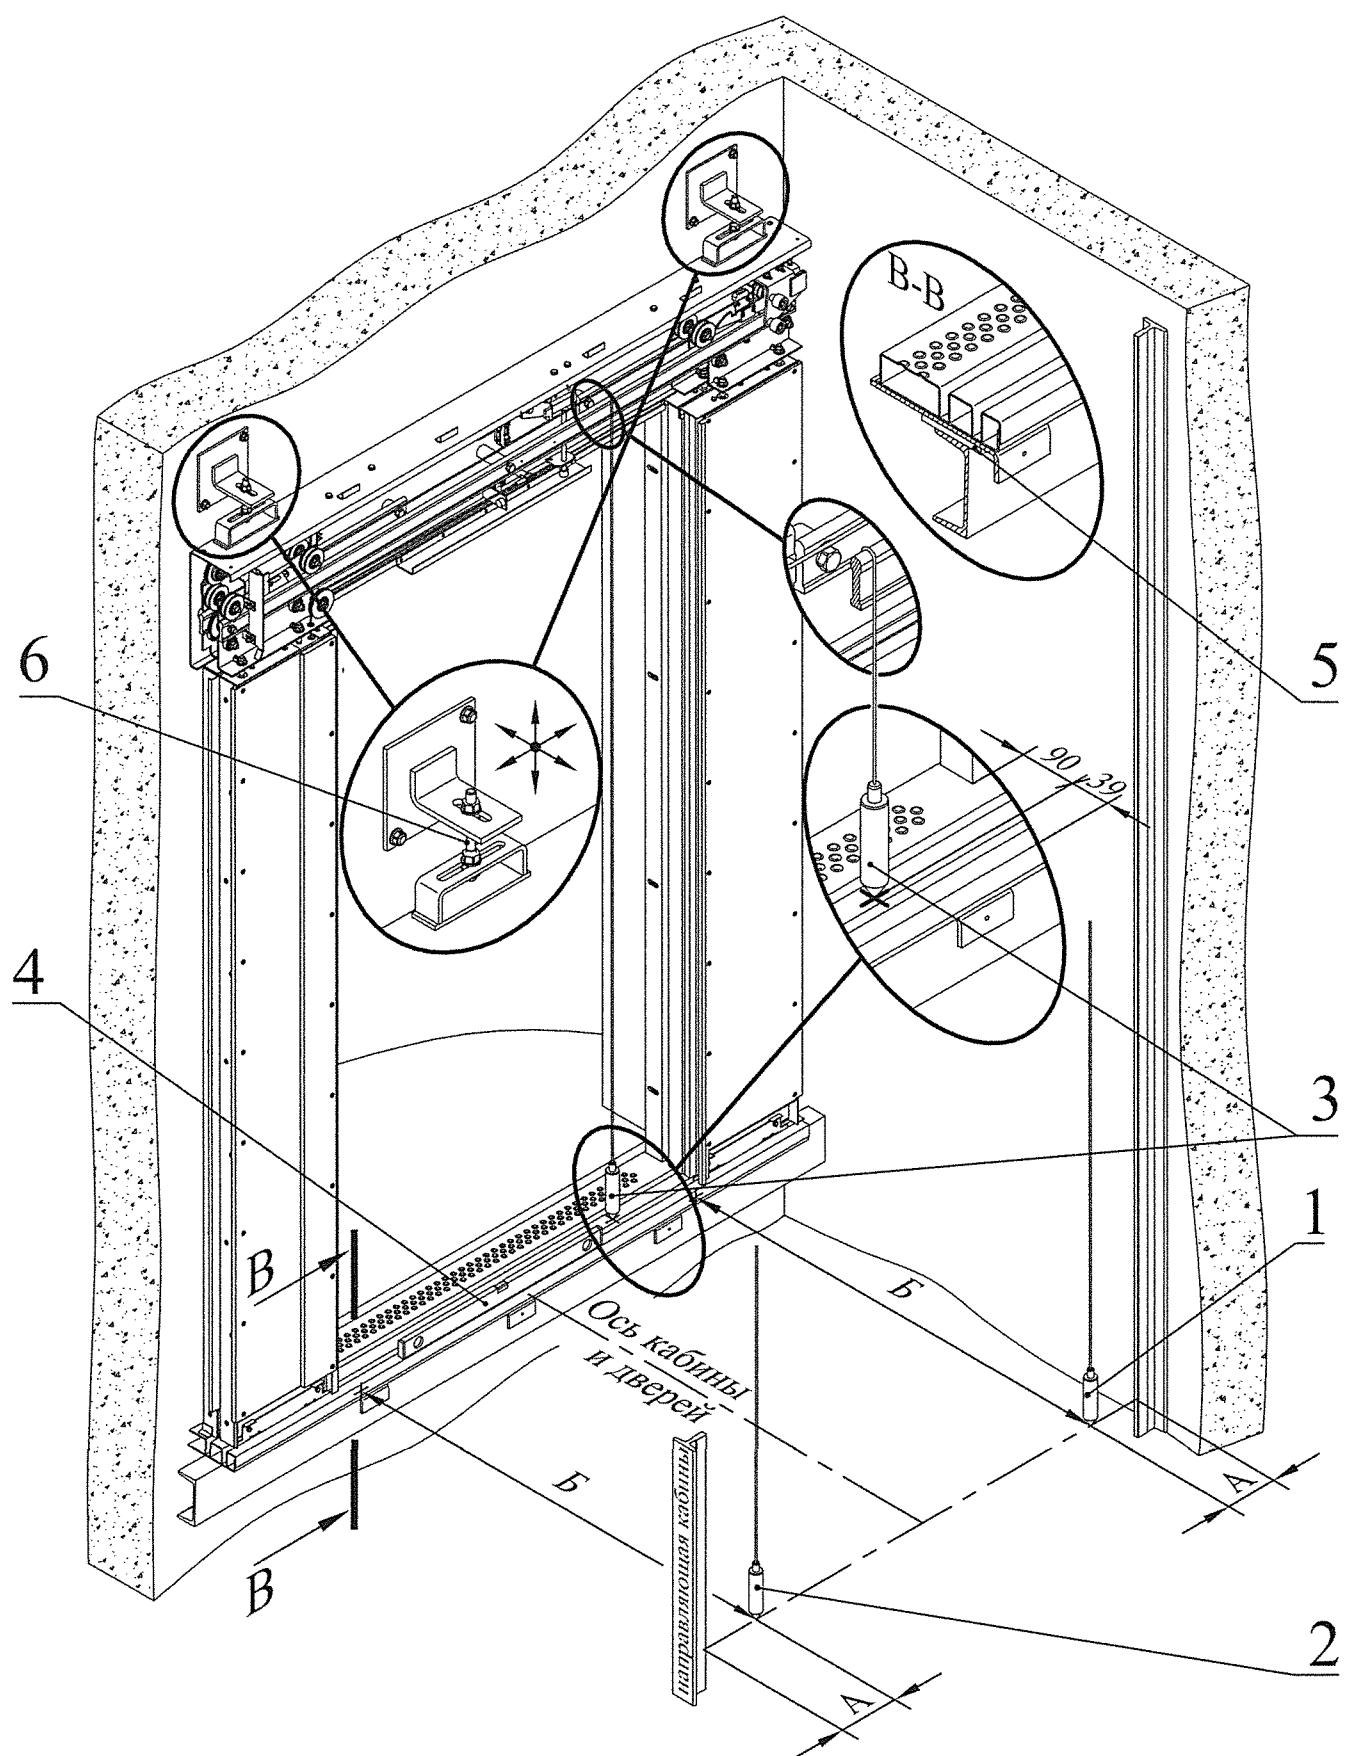

Рисунок 3 – Монтаж дверей с помощью отвесов и уровня
1.2.3 В зоне верхних уголков с помощью шпилек и гаек 6 (рисунок 3) дверь навесить на верхние уголки и расстропить.
Выставить размеры Б (см. рисунок 3) от оси направляющих кабины до порога дверей шахты, выдерживая расстояние А от направляющей кабины и выполнить совмещение оси дверей с осью кабины путем требуемого перемещения двери в шахте. Размер Б берется в монтажном чертеже лифта.
регулировки уровня пола использовать регулировочную пластину 5 (см. рисунок 3, сечение В-В) нужной толщины, вкладывая её между порогом и швеллером. Пространство под порогом заделать раствором бетона после регулировки двери. Для исключения попадания воды в шахту, рекомендуем порог двери
- с помощью уровня 4 (рисунок 3) выставить порог дверей шахты. Порог должен быть установлен горизонтально как в продольном, так и поперечном направлениях. Допустимое отклонение от горизонтальной плоскости не должно превышать 2 мм на всю длину порога;
- с линейки балки двери шахты опустить отвес 3 (рисунок 3) и выставить дверь в вертикальном направлении, перемещая шпильки 6 по пазу верхних уголков, выдерживая размер 90 мм от центра отвеса до порталной стойки и размер 39 мм до края порога, направленного в шахту; отклонение не должно превышать 2 мм.
- проверить уровень порога двери шахты относительно отметки чистого пола установки. Поднять или опустить дверь шахты, используя для этой цели регулировочные шпильки и гайки 6 (рисунок 3), подвески шахтной двери. Допускается для регулировки уровня пола использовать регулировочную пластину 5 (рисунок 3, сечение В-В) нужной толщины, вкладывая её между порогом и швеллером;
После выверки двери приварить уголки порога двери вместе с регулировочной пластиной 5 (рисунок 3) к швеллеру и окончательно прикрепить дверь шахты.
Конструкция кондуктора должна обеспечивать точность выставления размера Б (см. рисунок 3) от оси направляющих кабины до порога дверей шахты с отклонением не более 1 мм.